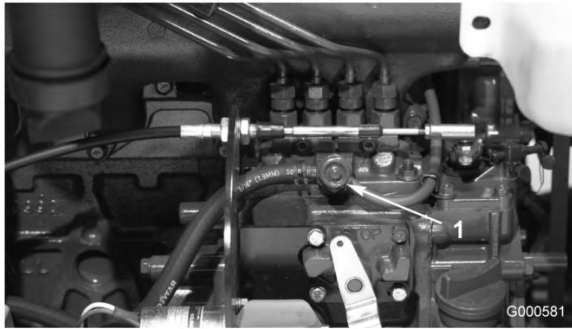

Bild 39
3. Öffnen Sie die Entlüftungsschraube an der Kraftstoffeinspritzpumpe (Bild 39).